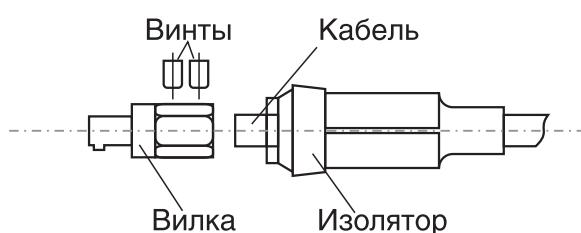

рис. 5.2
**Подключение механизма подачи сварочной проволоки согласно рис. 5.2.**